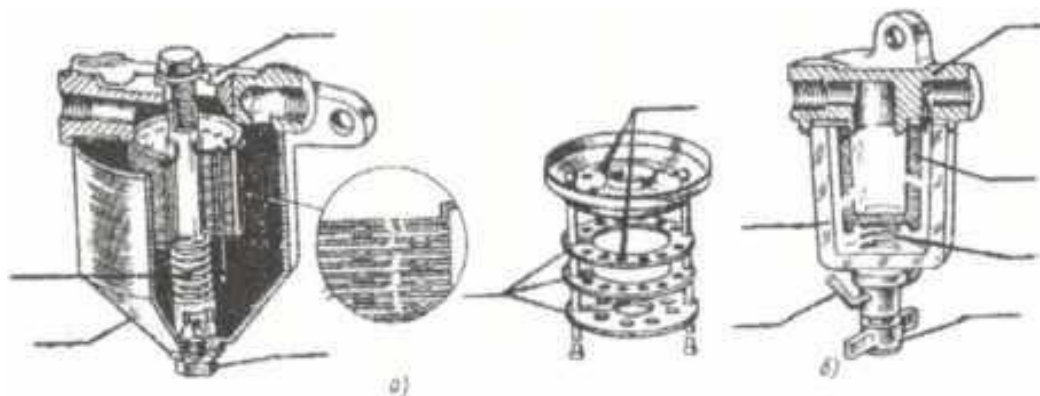

Рис. 5.2. Топливные фильтры: а - грубой очистки; б - тонкой очистки,
2. Обозначьте, согласно указателю (рис. 5.2), номер детали фильтра, соответствующий подрисункной подписи.